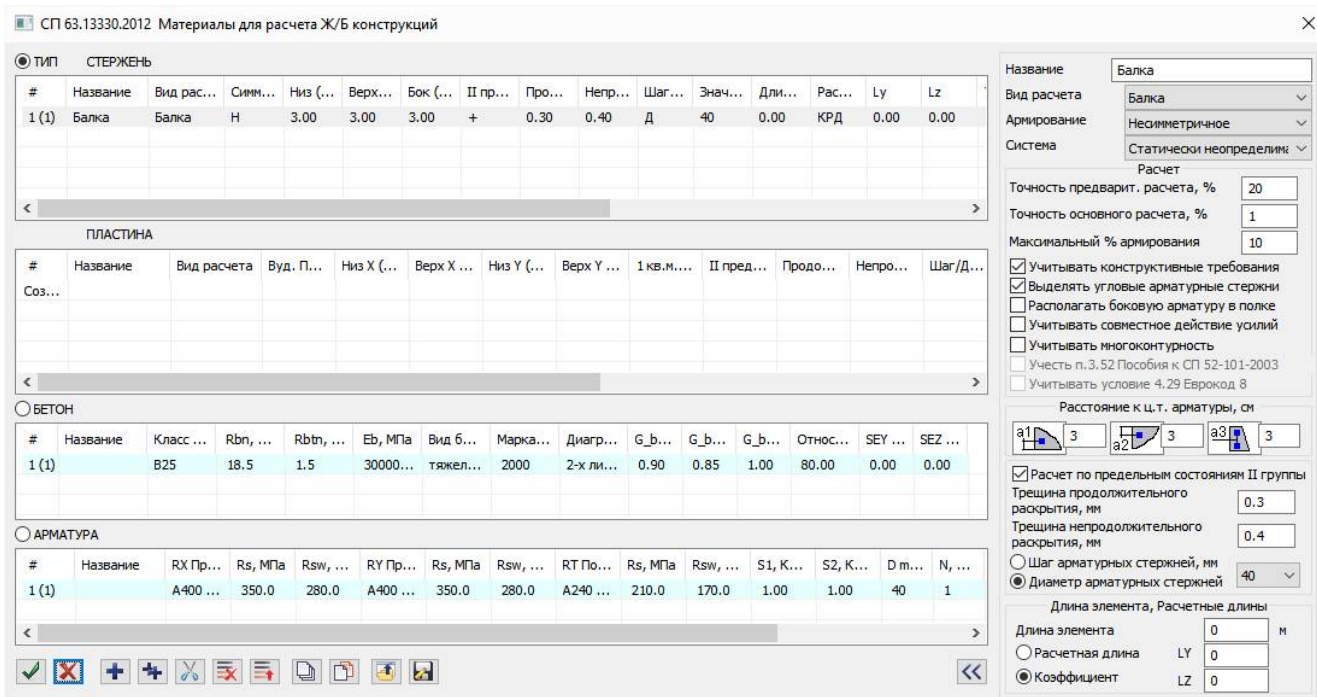

Рис.19.14. Диалоговые окна **Материалы для расчета Ж/Б конструкций**
- На экран выводится диалоговое окно **Материалы для расчета Ж/Б конструкций** (рис.19.14), в котором щелкните по первой строке в списке **ТИП: СТЕРЖЕНЬ** и после этого в правой части окна задайте следующие параметры для балок: